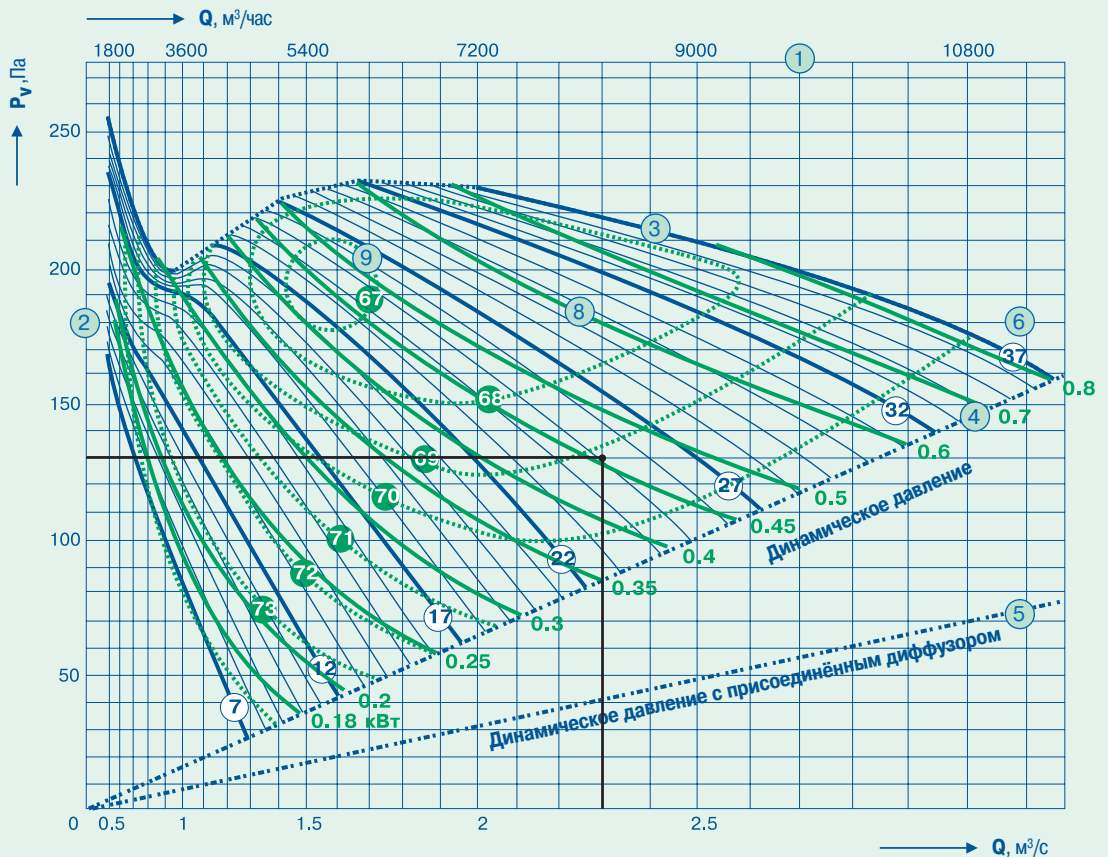
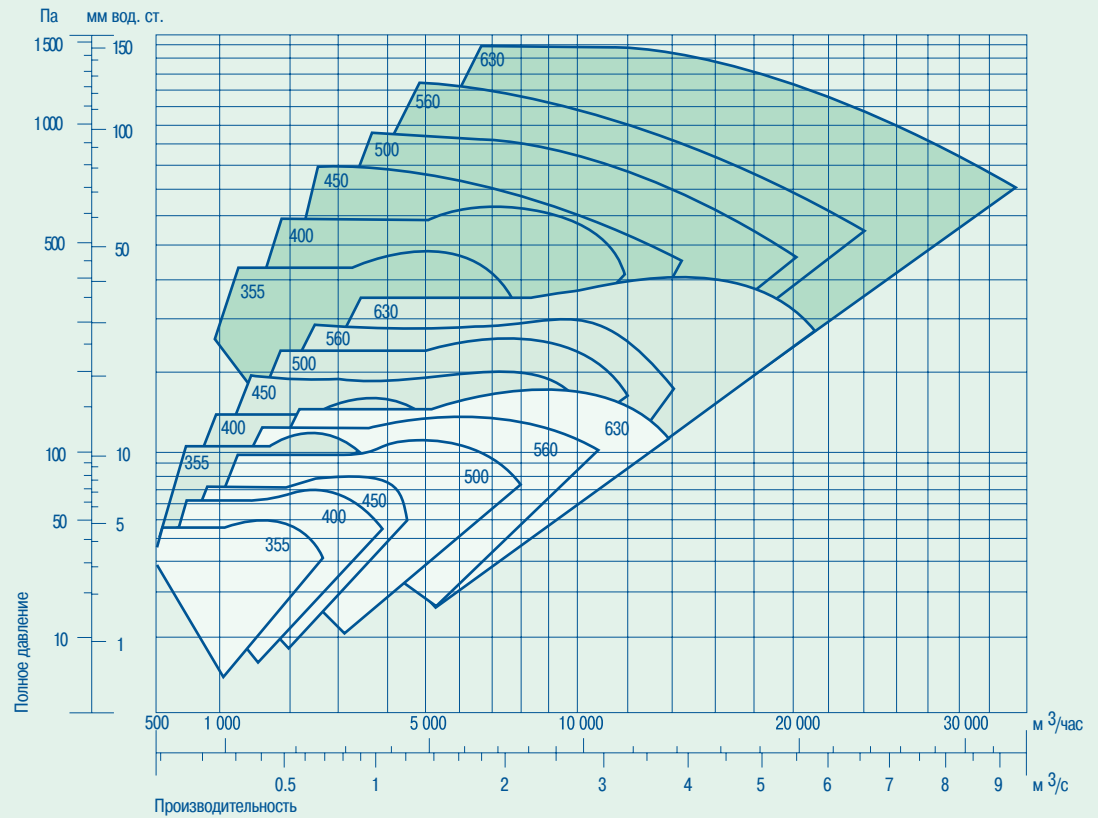

Рис. 13 Индивидуальный график характеристик вентилятора Аксипал
Рис. 14 Сводные графики характеристик вентиляторов Аксипал с размерами рабочих колёс от 355 до 630 мм
НА ГРАФИКАХ ПРЕДСТАВЛЕННЫ (см. рис. 13):
Подбор вентилятора начинают с определения его номера (размера) и синхронной частоты вращения. По заданным аэродинамическим характеристикам (производительности Q и полному давлению P_v) на сводных графиках (рис. 14 и 15) определяют размер (номер) вентилятора и синхронную частоту вращения рабочего колеса вентилятора. При этом может учитываться оптимальный размер воздуховодов или проёмов в стенах или перекрытиях.
На соответствующем индивидуальном графике характеристик (рис. 13) в точке пересечения координат производительности и полного давления (рабочей точке) находят кривую характеристик вентилятора для соответствующего угла установки лопаток рабочего колеса. Данные кривые проведены с интервалом установки угла лопаток в один градус.
1. По сводным графикам аэродинамических характеристик на рис. 14 и 15 для заданных величин производительности и полного давления выбираем оптимальный размер вентилятора и синхронную частоту вращения из удовлетворяющих условиям подбора вариантов. Таковым оказывается вентилятор FTDA-050 (рис. 13), оснащённый электродвигателем с синхронной частотой вращения $n_0 = 1450$ об/мин при частоте питающей сети 50 Гц.